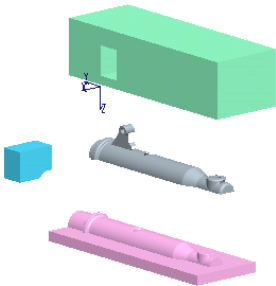

图 14.2.12 创建第四个快照
① 选择“拖动”对话框的 **约束** 选项卡，单击“对齐两个图元”按钮 ，然后选取图 14.2.12 所示的 slide.prt 的侧面和基准面 MOLD_RIGHT。
② 在 **约束** 选项卡的“偏移”文本框中输入偏距值-220，并按回车键。
③ 单击“拖动”对话框中的 按钮，生成 Snapshot2 快照。
(4) 创建第四个快照。采用步骤 (2) 中的方法拖动 lower_mold.prt，创建第四个快照，位置如图 14.2.12 所示。
(5) 单击“拖动”对话框中的 **关闭** 按钮。